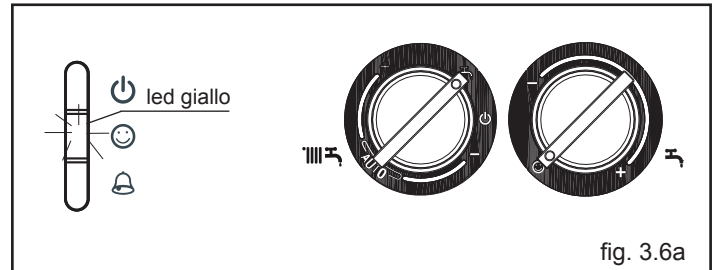

fig. 3.6a
Preriscaldamento (acqua calda più veloce): ruotando la manopola di regolazione temperatura acqua sanitaria (4 - fig. 2.1a) sul simbolo “☺” (fig. 3.6a) e successivamente riposizionandola all'interno dell'area contraddistinta con + e - (min. 37 °C - max 60 °C), si attiva la funzione preriscaldamento.
Quando la funzione preriscaldamento è abilitata il led giallo (2), in corrispondenza del simbolo “☺”, è acceso (fig. 3.6a).